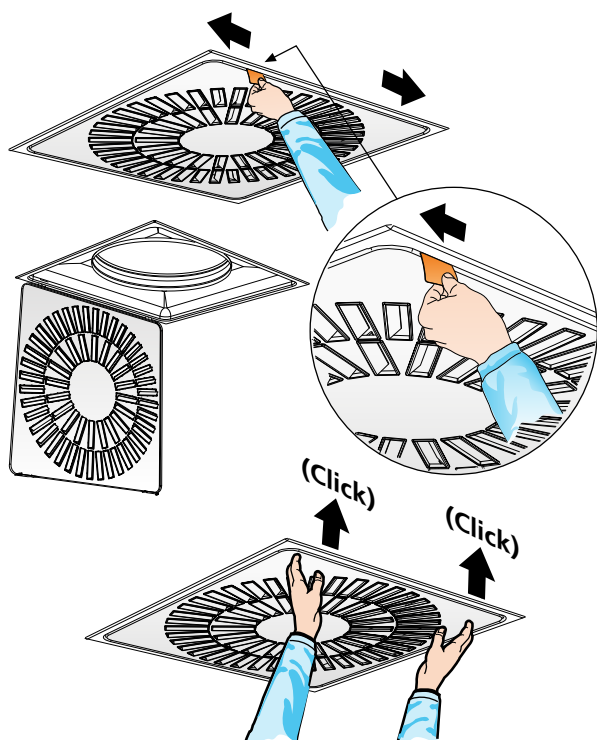

Figure 1. Quick Access – Accès rapide.
- Le système Quick Access facilite l'ouverture et la fermeture de l'appareil lors de l'installation et du nettoyage (voir figure 1).
- Glisser la carte du centre vers l'angle (voir Figure 1).